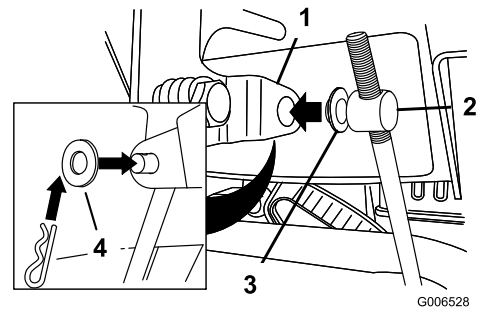

Figure 6
3. Retirez la goupille fendue et la rondelle extérieure du tourillon à l'extrémité supérieure de la tige de commande de vitesse (Figure 6).
- Remarque:** Pour faciliter l'installation, laissez la rondelle plate sur le tourillon (Figure 6).
6. Soulevez la tige de commande de vitesses et insérez le tourillon dans le trou du levier sélecteur de vitesses (Figure 6).
- B. Désaccouplez le tourillon du sélecteur de vitesses (Figure 6).
- C. Tournez le tourillon vers le bas (sens horaire) sur la tige de commande de vitesse (Figure 6).
- D. Accouplez le tourillon au sélecteur de vitesses (Figure 6).
B. Désaccouplez le tourillon du sélecteur de vitesses (Figure 6).
C. Tournez le tourillon vers le haut (sens anti-horaire) sur la tige de commande de vitesse (Figure 6).
D. Accouplez le tourillon au sélecteur de vitesses (Figure 6).